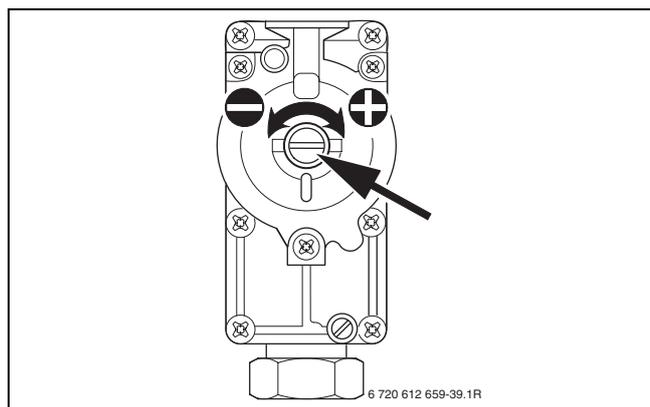

Fig. 40
- ▶ Rimuovere il sigillo dalla vite di regolazione del gruppo del gas (fig. 40) e impostare il valore di CO₂ corrispondente alla potenza termica nominale minima (tab. 17 e 18) agendo sulla vite di regolazione.